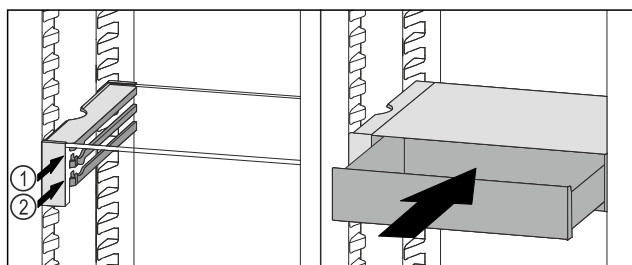

Fig. 114
- ▶ Zásuvku VarioSafe nasadíte za zarážkami na požadovanom rebre Fig. 114 (1) alebo Fig. 114 (2).